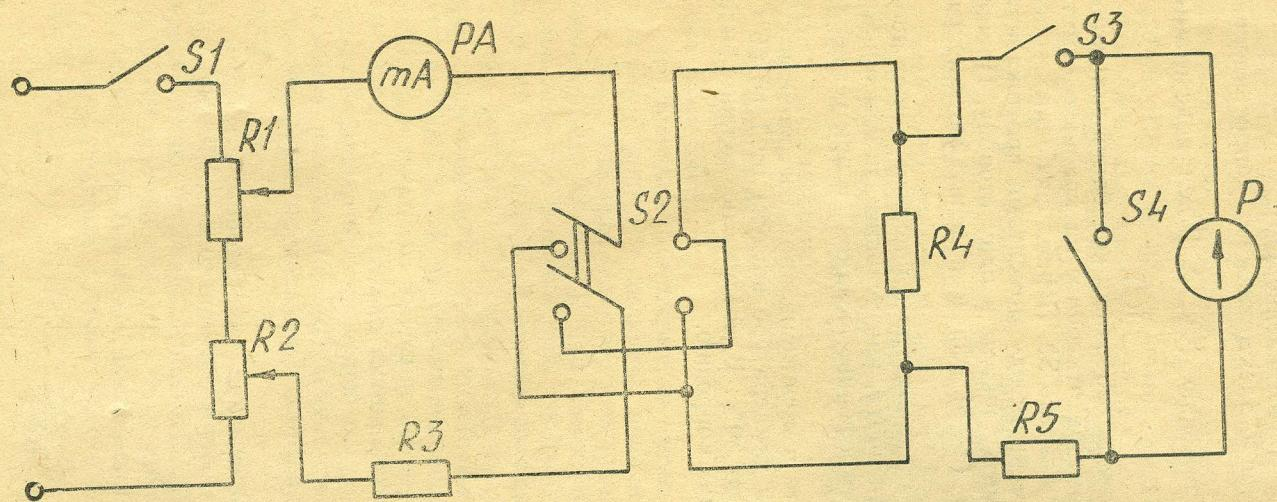

Рис. 2 Схема поверки гальванометра
в) произведите поверки на схеме, изображенной на рис. 2.
2.16. Определите величину внешнего критического сопротивления  $R_k$ , пользуясь схемой, изображенной на рис. 2. Для этого резисторами  $R_1$  и  $R_2$ , при замкнутом выключателе  $S_1$ , в цепь гальванометра подайте ток, необходимый для отклонения светового указателя на 4—5 делений шкалы.